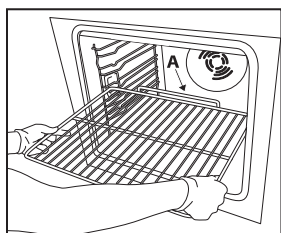

Рис. 1
1. Вставьте решетку горизонтально, так, чтобы выступ "А" был сверху (Рис. 1).